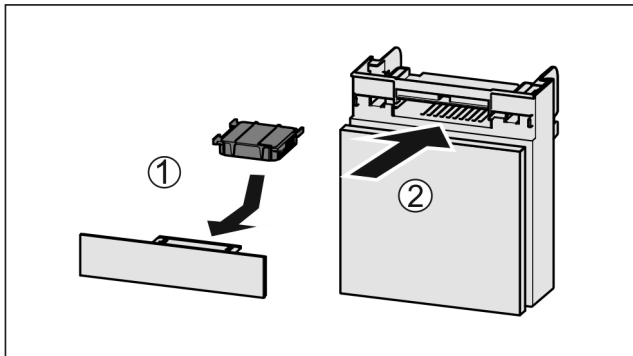

Fig. 57
- ▶ Vložte aktívny uhlíkový filter podľa obrázka Fig. 57 (1).
- ▶ Zasuňte zásuvku Fig. 57 (2).